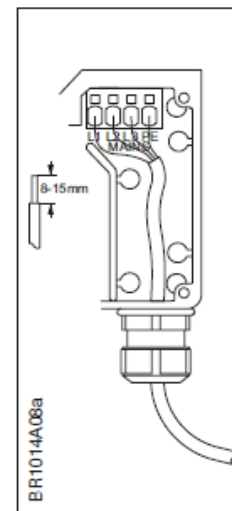
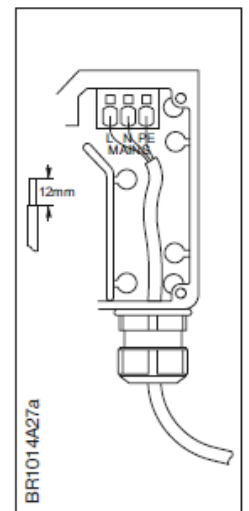

Abbildung 3-12.1
Abbildung 3-12.2
- Das Versorgungskabel ist in dreiphasigen OJDV-Einheiten an die mit „L1“, „L2“, „L3“ und „PE“ gekennzeichneten Klemmen anzuschließen. Siehe Abb. 3-12.1. In einphasigen NI-DV-Einheiten sind die Klemmen mit „L“, „N“ und „PE“ gekennzeichnet. Siehe Abb. 3-12.2.